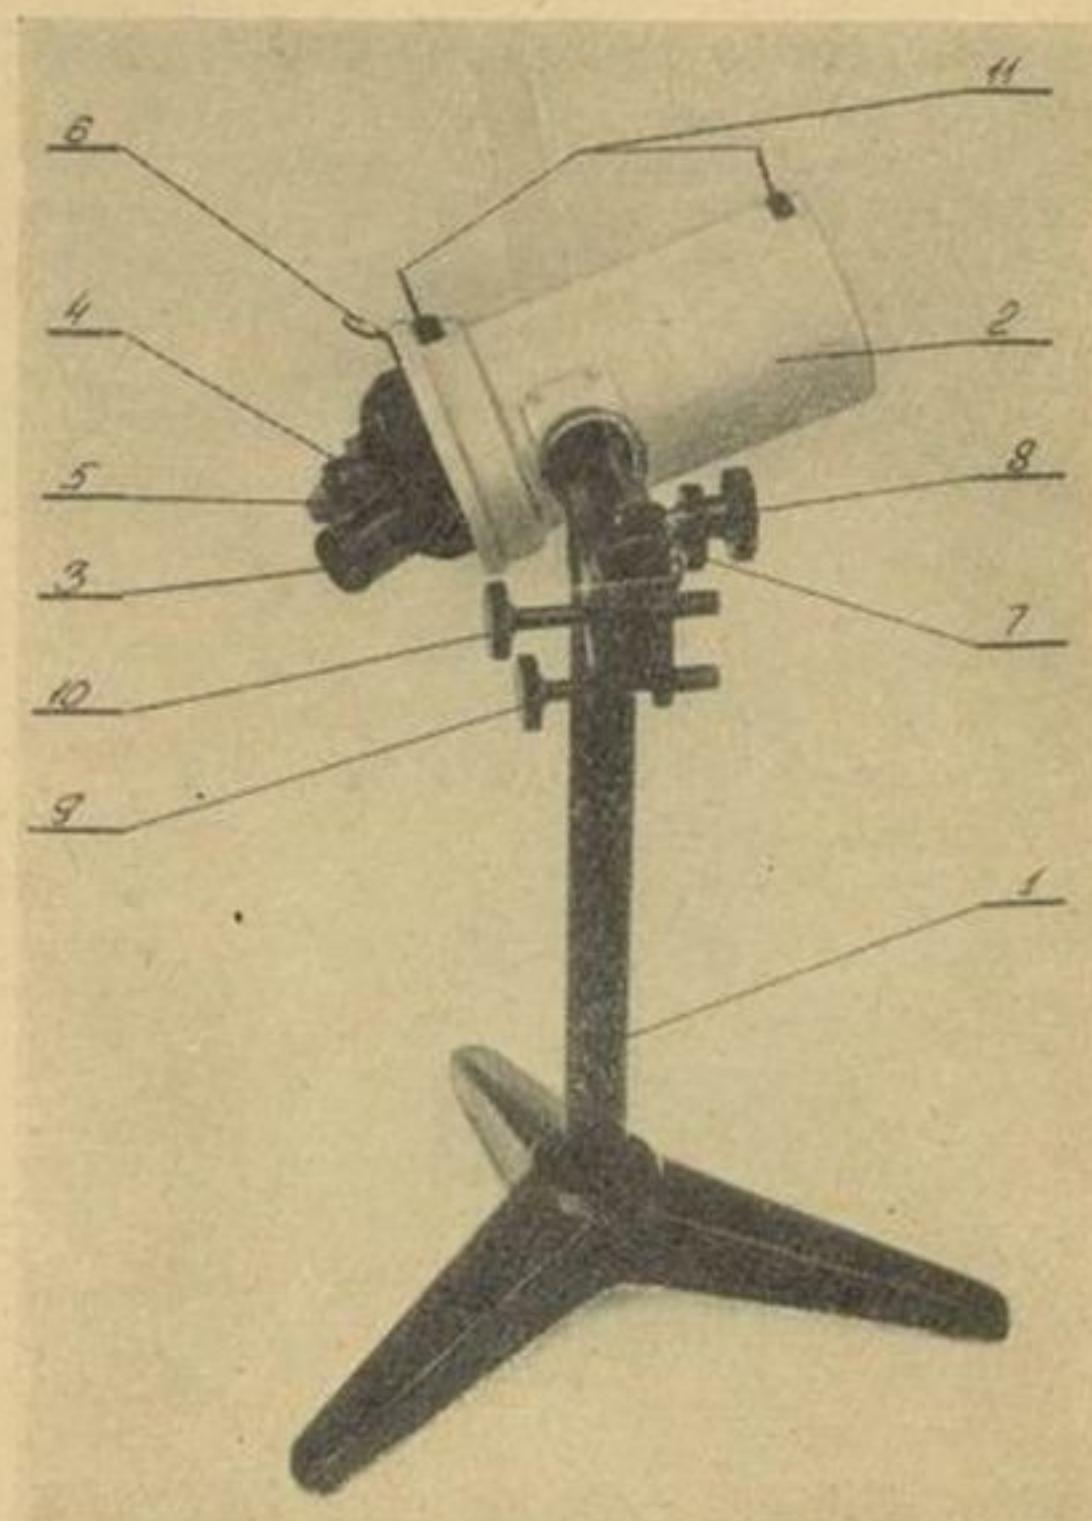

Рис. 2
Телескоп состоит (рис. 2): из штатива (1), трубы телескопа (2), окуляра (3) для увеличения 25х, окуляра (4) для увеличения 70х, зенитной призмы (5), зеркала визиров (6).
Телескоп отправляется с завода смазанным особой смазкой. Если смазка на винтах (9, 10, 7, 8) и окулярах (3 и 4) (рис. 2) загустела, то, смыв ее ксилолом или бензином и обтерев трущиеся поверхности чистой тряпкой, следует слегка смазать их бескислотным вазелином или машинным маслом (от швейной машины).